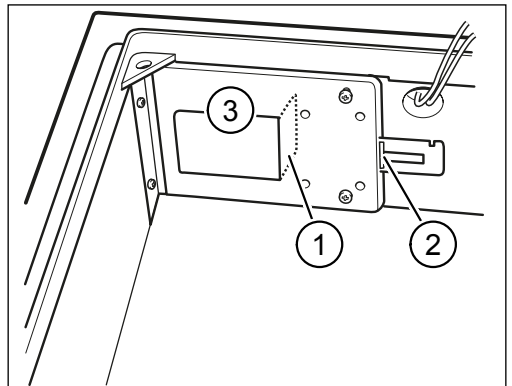

Abb. 6: Funktion der Brandschutzklappe überprüfen
- ▶ Überprüfen Sie, dass die Klappe (Pos. 1 in Abb. 6) offen und Schmelzlot (Pos. 2 in Abb. 6) eingesetzt ist, falls eine Brandschutzklappe (Pos. 3 in Abb. 6) installiert wurde.